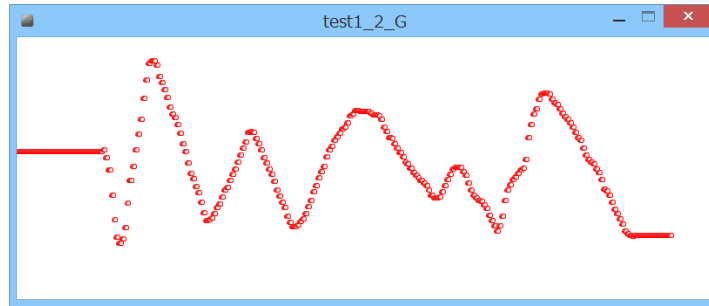

図 3.12: 時間-電圧グラフの例
3.1.9 節では、図 3.11 に示す回路を Arduino とブレッドボードを用いて構成し、半固定抵抗を回して変化する点 S の電圧値を Arduino の A0 ポートで観測し、その値を円の直径で表示する可視化を行った（タスク 1）。本課題では点 S の電圧値を図 3.12 に示すような時間軸グラフ（横軸を時間として描くグラフ）としてデータを可視化する。ただし、本課題では簡略化のため、データの表示回数（1 フレームの表示回数）を時間とみなすことにする（本来は時間のデータも送信する必要がある）。具合的には次の仕様を満たすよう可視化を行う。
- Processing では送られてくるデータを図 3.12 に示すような時間-電圧グラフとして可視化する。ただし、ウィンドウサイズは 800×300 。x 座標はデータの表示回数（1 フレームごとに 1 増加）、y 座標は送られてくるデータの値が 0（電圧 0V）の時 0、255（電圧 5V）の時 300 (=height) となるように変換せよ。